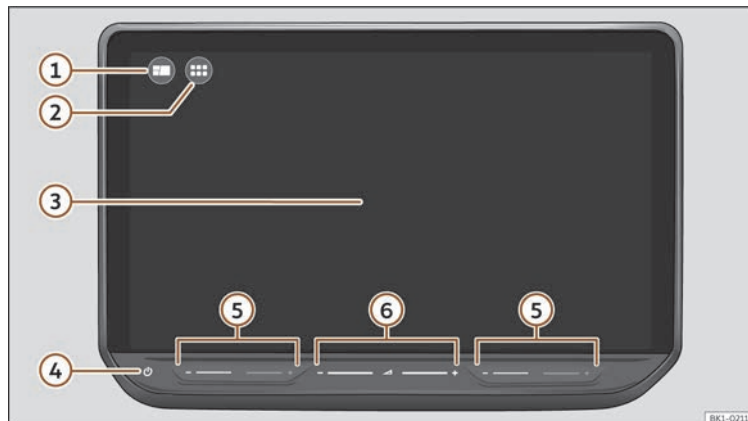

Fig. 179 Prezentare generală: unitate de comandă
Personalizați meniul din partea de sus sau meniul HOME >>> **fig. 179** ①, pentru a accesa rapid funcțiile favorite sau utilizate cel mai frecvent.